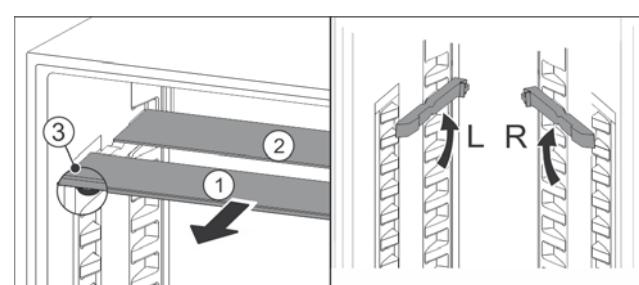

Fig. 71
► По одной извлеките Fig. 71 (1) стеклянные панели движением вперед.
- Стеклянная панель Fig. 71 (1) с декоративной планкой лежит спереди.
- Стопоры Fig. 71 (3) показывают вниз.